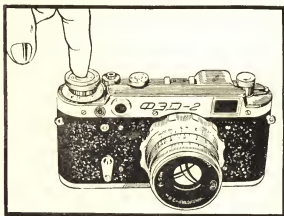

Рис. 11.
Для установки указателя нажмите пальцем на выступ диска (21), как показано на рис. 11 и, поворачивая его, подведите знак пленки к штриху чувствительности.